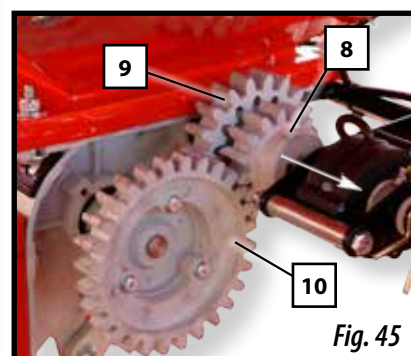

Fig. 45
- 6- Tirar del piñón (8, Fig. 45) hasta liberarlo del piñón (9, Fig. 45) y engranarlo con el piñón (10, Fig.32).